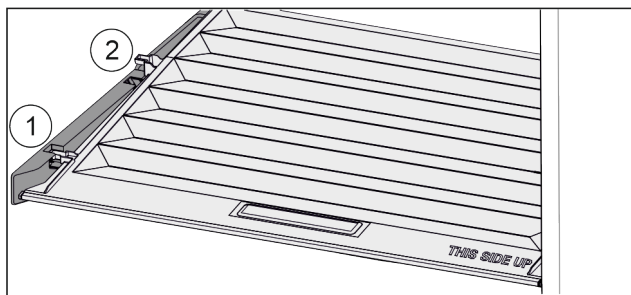

Fig. 126
- ▶ Потянуть крышку до отверстия в поддерживающих деталях вперед Fig. 126 (1).
- ▶ Поднять сзади снизу и извлечь Fig. 126 (2) движением вверх.